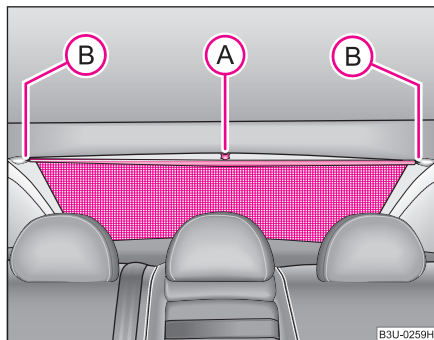

Fig. 48 Luneta: Ruloul parasolar
- Trageți ruloul parasolar de curelușa **(A)** și agățați-l în suportul **(B)** ⇒ fig. 48.